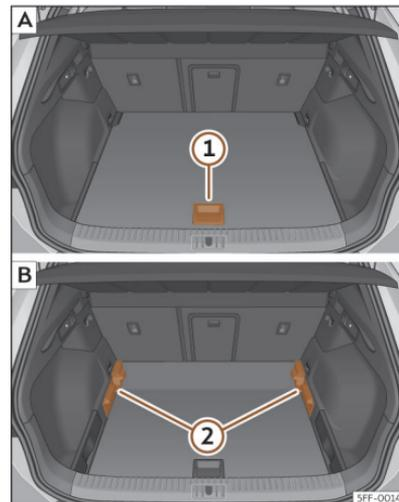

Fig. 177 Suelo variable del maletero: **A** posición alta; **B** posición baja.
- Para pasar de la posición baja a la alta, levante el piso por el asidero >>> **fig. 177 ①**, tire de él hacia atrás hasta que la parte delantera del piso rebase totalmente los soportes **②**.
- Haga desplazar sobre estos el piso hacia adelante hasta que haga tope en el respaldo de los asientos posteriores y, a continuación, baje el piso con el asidero **①**.
- Para pasar de la posición alta a la baja, levante el piso por el asidero >>> **fig. 177 ①**, tire de él hacia atrás hasta que la parte delantera del piso rebase totalmente los soportes **②**.
- Deje caer la parte anterior contra el piso y empuje el piso hacia adelante hasta que haga tope en el respaldo de los asientos posteriores bajando al mismo tiempo el piso con el asidero **①**.
- Con el suelo variable en posición alta, levántelo por el asidero >>> **fig. 177 ①**, tire de él y empuje hacia el respaldo de los asientos posteriores hasta que se doble por la línea de bisagra y la parte móvil del piso repose sobre el mismo.